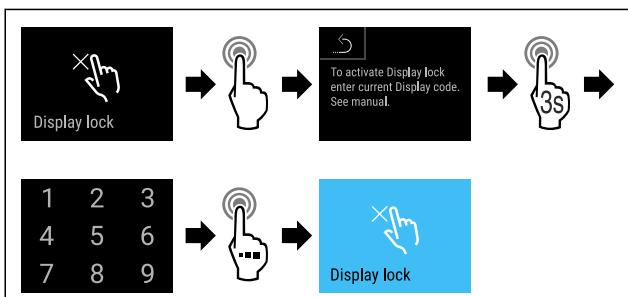

Fig. 79
- Obavite korake postupka (pogledajte Fig. 79).